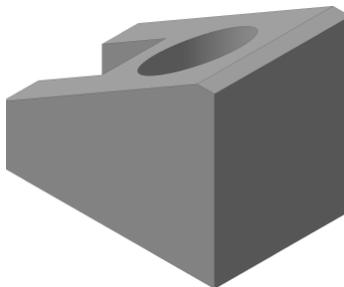

Рис. 5
**Ориентация**  / **Изометрия XYZ** (см. рис. 5).